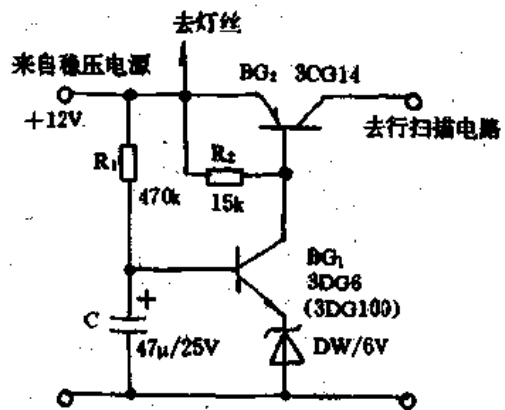

图 5-26 行电源延时电路
④行电源延时电路。如图5-26所示,把行电源线断开,将此延时电路串联上去。基本原理:一般的电视机刚开机时,阴极温度较低,发射电子能力较差,但高压阳极已有高电压,它将强行从阴极拉出电子,加速阴极的老化。加此电路后让灯丝、阴极先预热工作,而让行扫描电路延后工作。工作原理:开机瞬间,灯丝加上额定电压预热阴极,但电容器C两端的电压不能突变,即  $V_c = 0$ ,  $BG_1$ 、 $BG_2$  截止,输出为零,行扫描不工作。随着电源经  $R_1$  对C充电,使  $V_c$  上升,当  $V_c = 0.6\text{V}$  时,  $BG_1$  导通,  $BG_2$  很快饱和,输出约  $11.8\text{V}$ ,行扫描开始工作,产生高压供显像管使用。调整  $R_1$  可改变延时时间。
上  $K_2$ , 稳压输出 12V, 行扫描等电路开始工作, 同时  $D$  导通供给灯丝 11.8V ( $D$  锗管降压 0.2V) 电压。其实此电路与图 5-26 电路不同, 但保护原理是一样的。另外开关  $K_2$  可由电源开关  $K_1$  改接代替, 此时开关机就由插拔插头来控制。也可将对比度电位器改为带开关的旋转式电位器, 其开关接  $K_2$ 。